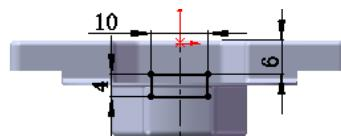

图 16.2.50 横断面草图
② 定义横断面草图。在草图环境中绘制图 16.2.50 所示的横断面草图。
(3) 定义切除深度属性。在“切除一拉伸”对话框 **方向1** 区域的 下拉列表中选择 **完全贯穿** 选项。取消选中的 **正交切除(N)** 复选框。
(4) 单击对话框中的 按钮，完成切除一拉伸 3 的创建。